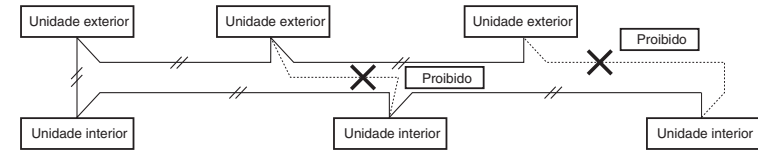

Fig. 5-1
- Não realize a instalação eléctrica de controlo entre unidades de maneira que forme um laço. (Fig. 5-1)